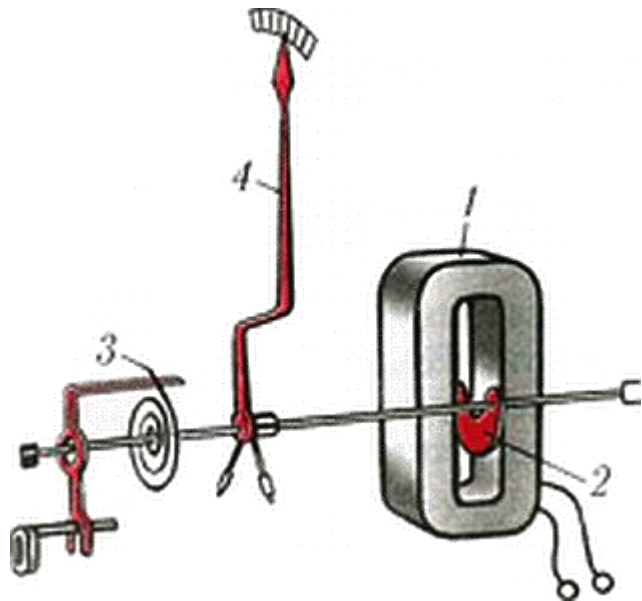

Рис.1.3.2.1
Принцип действия приборов этой системы основан на взаимодействии магнитного поля неподвижной катушки (1) (рис. 1.3.2.1), по которой протекает измеряемый ток I , и подвижного железного сердечника (2). Плоский ферромагнитный сердечник эксцентрично закреплён на оси вместе с противодействующей пружиной (3) и стрелкой (4). При пропускании тока по катушке сердечник втягивается внутрь, при этом закручивается пружина и поворачивается стрелка прибора на угол φ .